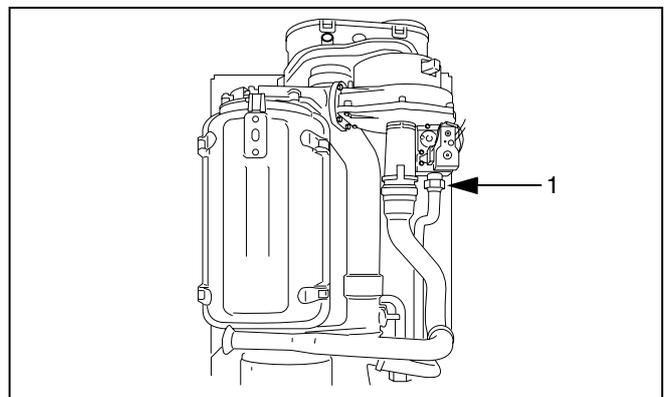

Fig. 35 Smontaggio del raccordo del gas
- Smontare il raccordo del gas tra il tubo del gas e l'unità di miscelazione aria/gas (fig. 35, pos. 1).